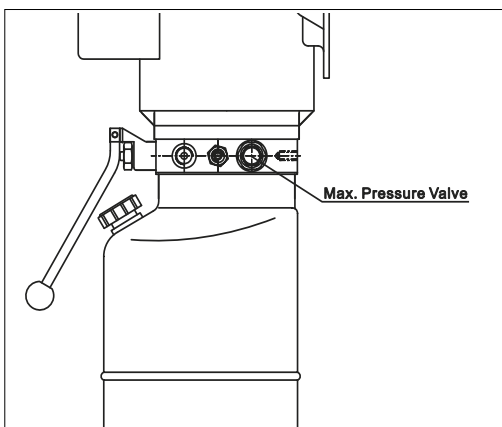

рис. 13
- ◆ ◆ Клапан максимального давления (рис.13) установлен в гидравлическом блоке и срабатывает при перегрузке подъемника.